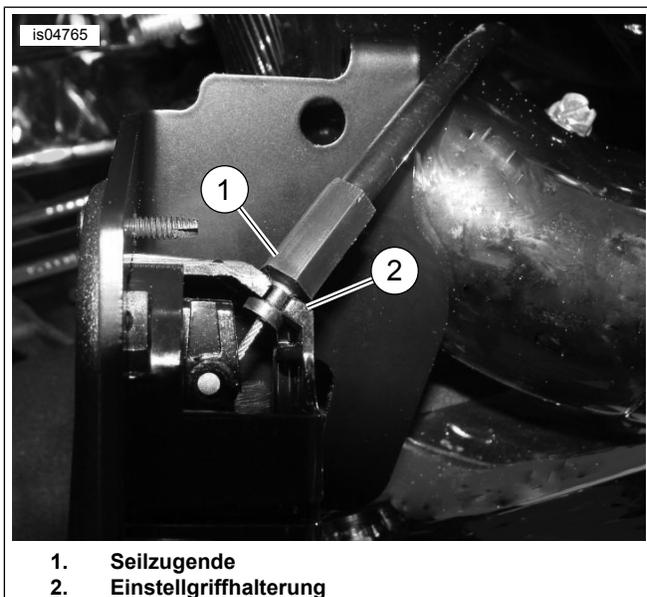

Abbildung 7. Position des Kabels der Sitzeinstellung (Ansicht von der Unterseite des installierten Griff aus)
6. Siehe Abbildung 7 >. Stellen Sie sicher, dass das Kabelende (1) sicher in der Halterung (2) sitzt, bevor Sie das Rückenlehnenkabel verlegen.
13. Siehe Abbildung 7 >. Stellen Sie sicher, dass das Kabelende (1) sicher in der Halterung (2) sitzt, bevor Sie das Rückenlehnenkabel verlegen.
9. Siehe Abbildung 7 >. Stellen Sie sicher, dass das Kabelende (1) sicher in der Halterung (2) sitzt, bevor Sie das Rückenlehnenkabel verlegen.